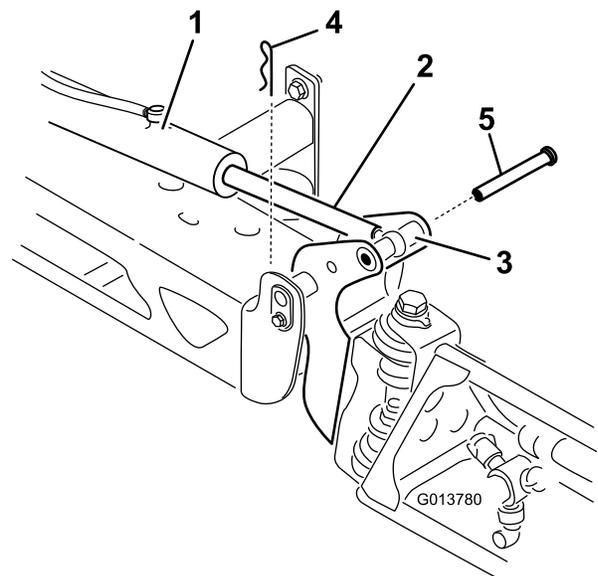

Figura 65
2. Retire el pasador de horquilla del pasador de giro (Figura 65).
3. Levante el brazo, retire el pasador (Figura 65), y baje el brazo lentamente al suelo.
7. Sujetando el brazo, introduzca el pasador a través del pivote del brazo y del émbolo del actuador (Figura 65).